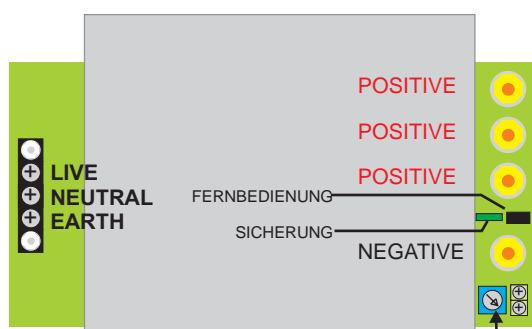

Fig. 1
- Bevor das Ladegerät in Betrieb genommen werden kann, muss der Batterietyp eingestellt werden (Fig. 1).